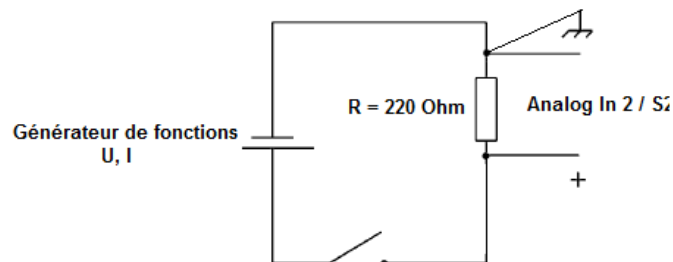

Figure. 13 : Montage expérimental pour la mesure de la résistance R .
- La valeur exacte de la résistance peut être mesurée, si l'inductance est maintenant sorti du circuit, remplacé par un cordon de raccordement et la chute de tension sur la résistance est mesurée avec "Analog In 2 / S2". Configurez l'équipement selon la figure 13 ci-dessous: